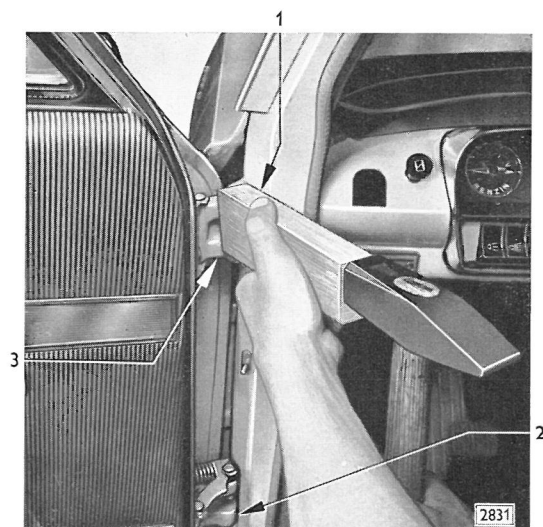

Bild 149 - Oberes Türscharnier mittels Holz- oder Nylon-Klotz durch Hammerschläge nach vorn treiben
c) Wenn die Türscharniere an der Karosserie weiter nach vorn gestellt werden müssen, soll nur an einem Scharnier, also entweder am unteren oder am oberen, die vordere Schraube (147/1 am unteren Scharnier, 148/1 am oberen Scharnier) ein ganz klein wenig losgedreht werden, damit das Scharnier mittels Holz- oder Nylon-Klotz durch Hammerschläge etwas nach vorn getrieben werden kann (Bild 149). Anschließend die vordere Schraube dieses Scharniers wieder festziehen. Das andere Scharnier kann nun, sofern nötig, in gleicher Weise nach vorn getrieben werden. Türeinstellung prüfen.